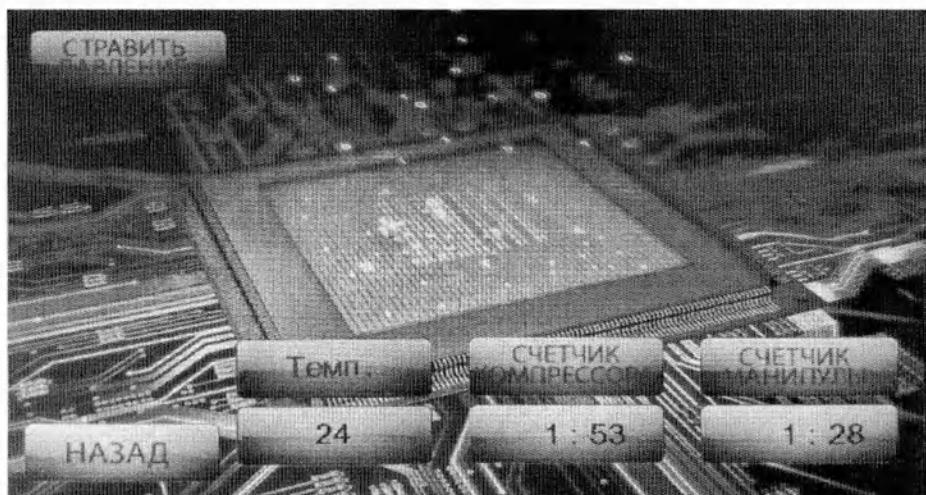

Рисунок 24
2. Перейдите в раздел настроек нажатием на кнопку «Настройки» на основной экранной форме. Отобразится раздел настроек (см. Рисунок 24).